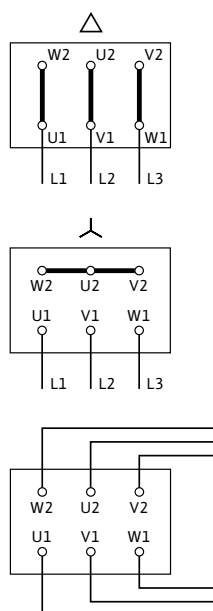

Рис. 10: Подключение к сети
Схема электроподключения находится в крышке клеммной коробки (см. также рис. 10).
- Электроподключение к клеммной колодке зависит от мощности двигателя P₂, от сетевого напряжения и от типа пуска. Необходимое переключение соединительных перемычек в клеммной коробке можно определить по следующей таблице и рис. 10.